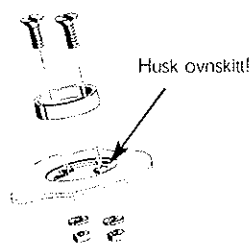

Fig. 5 Montering av røykstuss
3. Løft, ikke tipp peisovnen til oppreist stilling og monter røyktut og blindlokk. Røykuttaket kan plasseres bak, på toppen eller på en av sidene og festes med skruer, skiver og muttere som vist på fig. 5. Blindlokkene festes med travers (den flate siden skal vende mot blindlokket).